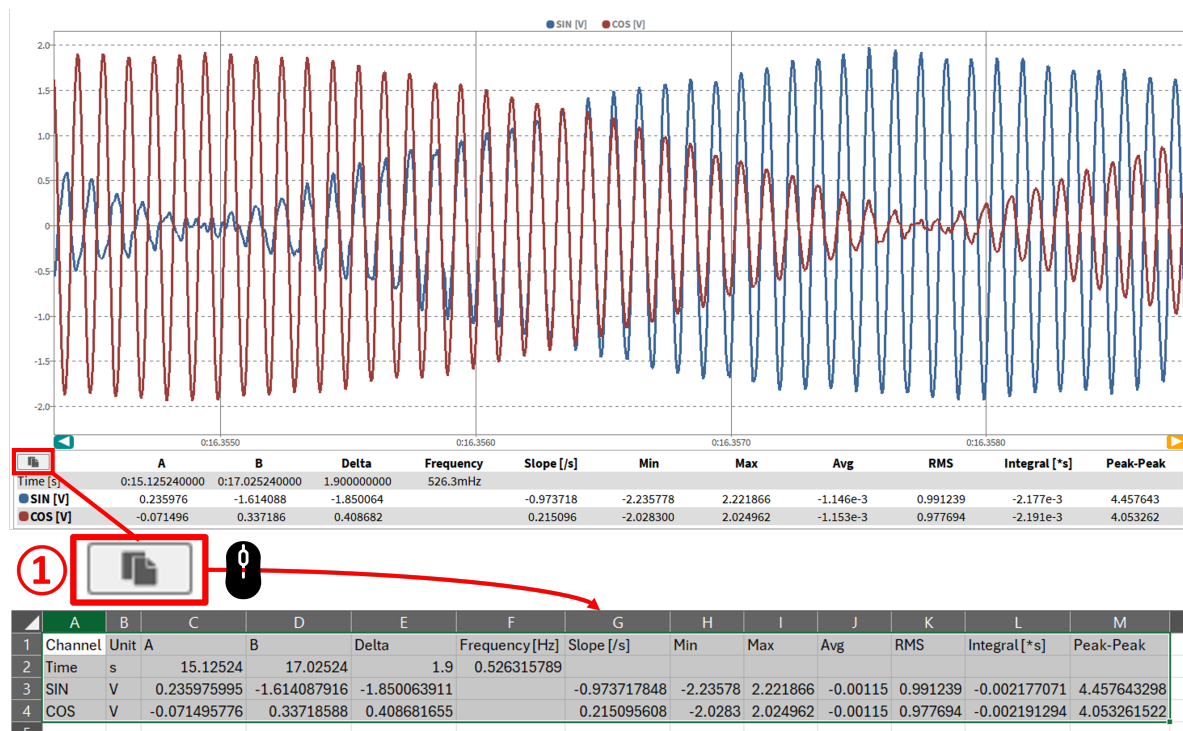

Abb. 8.34: Cursorwerte in Zwischenablage kopieren
Es ist auch möglich, die angezeigten Cursorwerte direkt aus dem verwendeten Instrument in die Zwischenablage zu kopieren und in beispielsweise einer Excel Datei oder eine simplen Textdatei einzufügen. Dazu klicken Sie einfach auf den Kopier-Button der Ihnen links über der Tabelle der Cursorwerte angezeigt wird (siehe ① in Abb. 8.34) oder Sie können einfach in das Instrument mit der linken Maustaste klicken und die Werte mit der Tastenkombination „STRG + C“ kopieren.